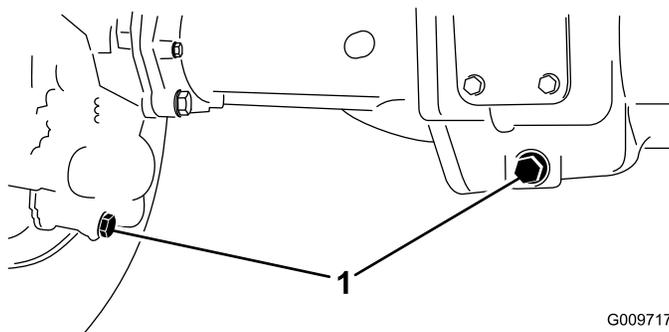

Figura 107
- Limpie la zona alrededor de los tres tapones de vaciado, uno en cada extremo y uno en el centro (Figura 107).